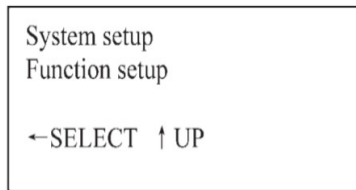

Abbildung 33
- c. Verwenden Sie die „↑“ oder „↓“-Taste, um „Function Setup“ (Funktionseinstellungen) auszuwählen. Bestätigen Sie mit „←“. Siehe Abbildung 33.
- Bewegen Sie den Cursor mithilfe der „↑“ oder „↓“-Taste, um „Function setup“ (Funktionseinstellungen) auszuwählen. Bestätigen Sie mit „←“, wie in Abbildung 33 dargestellt.
- Bewegen Sie den Cursor mithilfe der „↑“ oder „↓“-Taste, um „Function setup“ (Funktionseinstellungen) auszuwählen, wie in Abbildung 33 dargestellt.